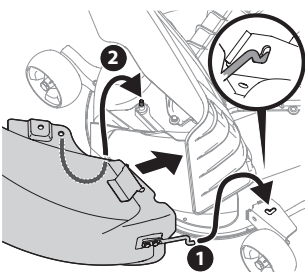

Figure 22
4. Insérez l'extrémité du coude de la goulotte de descente de décharge (1) dans l'orifice prévu à cet effet dans la roue du plateau de coupe, comme illustré dans l'encart de la Figure 22.
5. Faites pivoter la goulotte de descente vers l'arrière jusqu'à ce que l'orifice du coude de la goulotte de décharge s'aligne sur l'adaptateur du plateau de coupe. Déplacez le coude de décharge vers le bas sur cette broche, comme illustré au numéro 2 de la Figure 22.